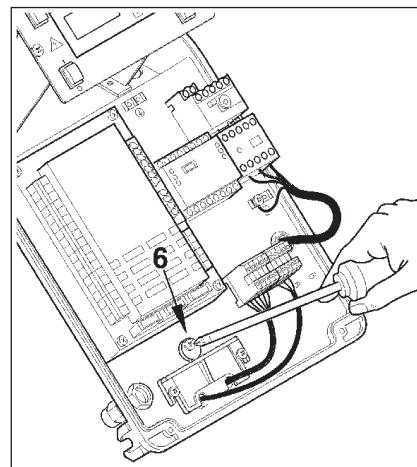

Рисунок 3
- Установите на место плиту для крепления кабелей (рис. 3). Поверните эксцентрик (6) так, чтобы пластинка зажима (3) придала нужным образом два провода. Теперь можно затянуть винты, фиксирующие пластинку зажима. Наконец, соедините 7-штырьковый и 4-штырьковый разъемы.